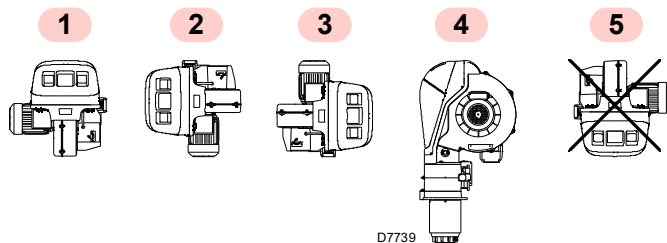

Fig. 13
- Il bruciatore è predisposto esclusivamente per il funzionamento nelle posizioni 1, 2, 3 e 4 (Fig. 13).